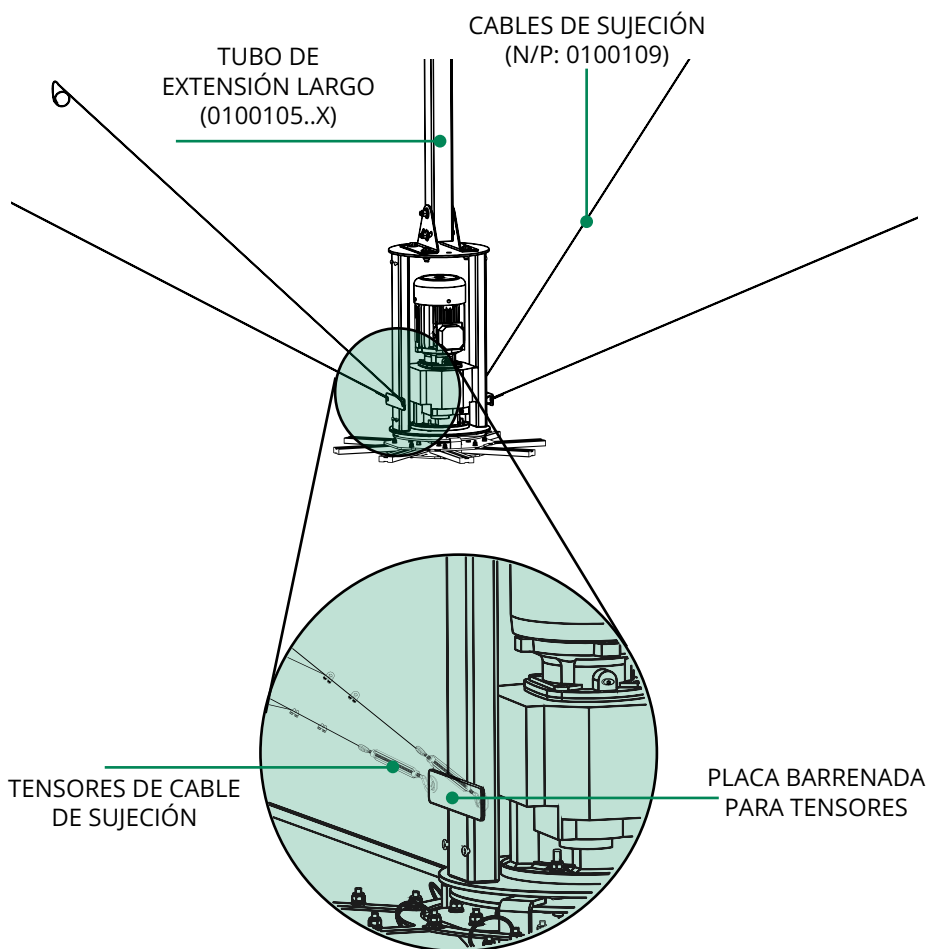

Fig. 18.3
18.3 Pasar el cable a través del ojillo del tensor y asegurarlo usando 2 nudos de sujeción (N/P: 01001092) y asegurar el gancho del tensor al barreno en la placa que se encuentra en el bastidor. Fig. 18.3